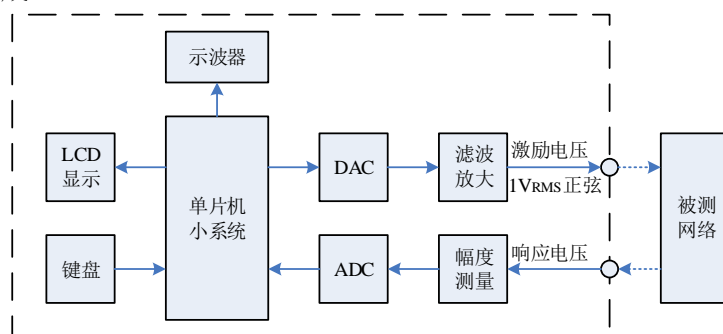

图 1 系统框图
- 4、系统总体设计参考方案如图 1 所示。
将图 1 中的不同模块电路功能的实现，（也可以自己定义指标，如由单片机控制 DAC 产生正弦波，且频率范围为 10Hz~1KHz，以 10Hz 步进，输入阻抗 $>10K\Omega$  等），按照对不同层次学生的培养要求，对实验任务进行进阶化解，分基本任务和提高任务。任务进阶化解要考虑课外+课内时数及线上+线下结合。在描述中也可以有需要观察的现象，分析某种现象的成因、需要解决的问题等。
对图 1 中的主要模块如正弦波信号发生器设计，信号滤波放大电路设计，被测网络电路设计，幅值测量电路设计等，进行器件选型，电路设计与参数计算（参数计算只给出公式及结果），并给出仿真结果。